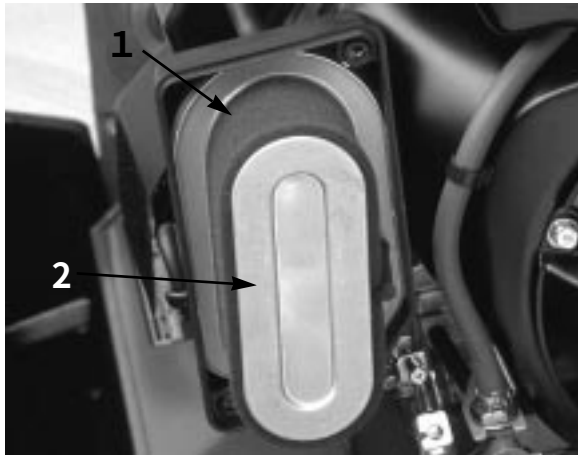

図 30
4. スポンジ（図30）を点検し、汚れていればペーパー・エレメントから外してきれいに洗う。